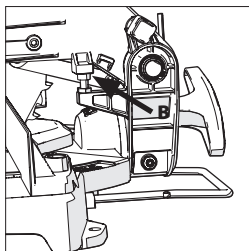

Fig. 12A + 12B
- Allentare il controdado sulla vite di regolazione del movimento verso il basso con una chiave a tubo da 10 mm (non in dotazione) (**Fig. 12A**).